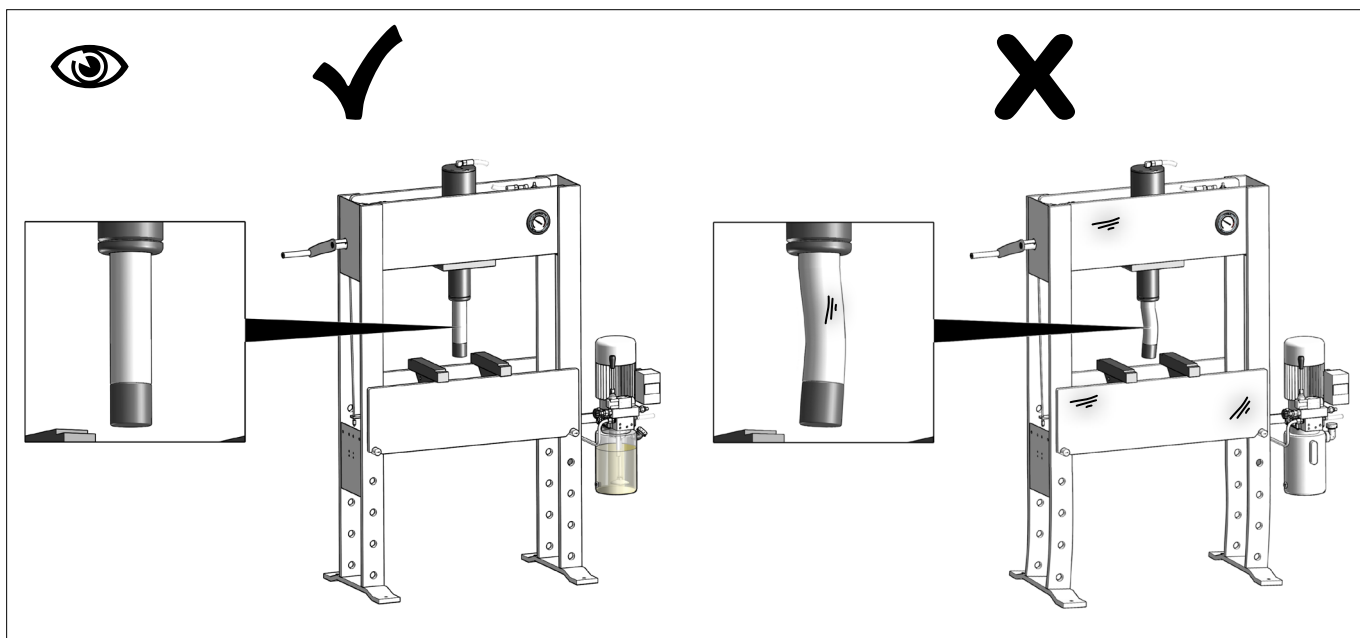

Fig.26
- Skader og unormalt slid (*Fig.26*)
- Damage, wear and tear (*Fig.26*)
- Schäden und ungewöhnliche Abnutzung (*Fig.26*)
- Dommages et usure (*Fig.26*)
- Slitage (*Fig.26*)
- Vauriot ja yleinen kuluminen (*Fig.26*)
- Schade en slijtage (*Fig.26*)
- Daños y desgaste (*Fig.26*)
- Повреждений и износа (*Fig.26*)